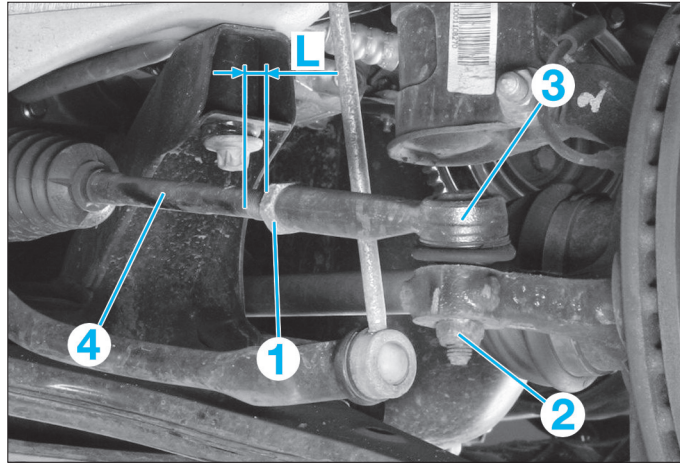

FIG. 14
- Mesurer la longueur (L) du filetage (Fig.14).
- Desserrer le contre-écrou (1).
- l'écrou (2) de la rotule.
- la rotule (3) du pivot à l'aide d'un extracteur.
- Dévisser la rotule de direction de la biellette (4) de crémaillère.